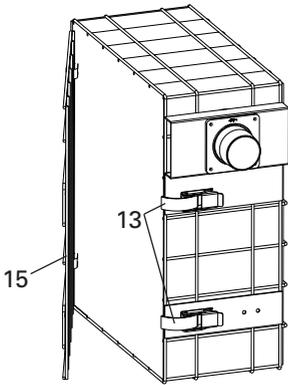

Fig . 13
- Ouvrez le sac filtrant 12 en desserrant les boucles et en pivotant la porte du panier filtre 15 (Fig. 13).
- Fermez la porte du panier filtre 15. (Fig. 13)